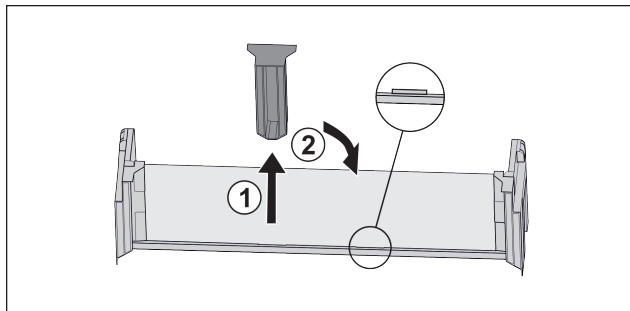

Fig. 20
- ▶ Extraire la pièce de retenue centrale Fig. 20 (1).
- ▶ Insérer la pièce de retenue centrale en deuxième position Fig. 20 (2).